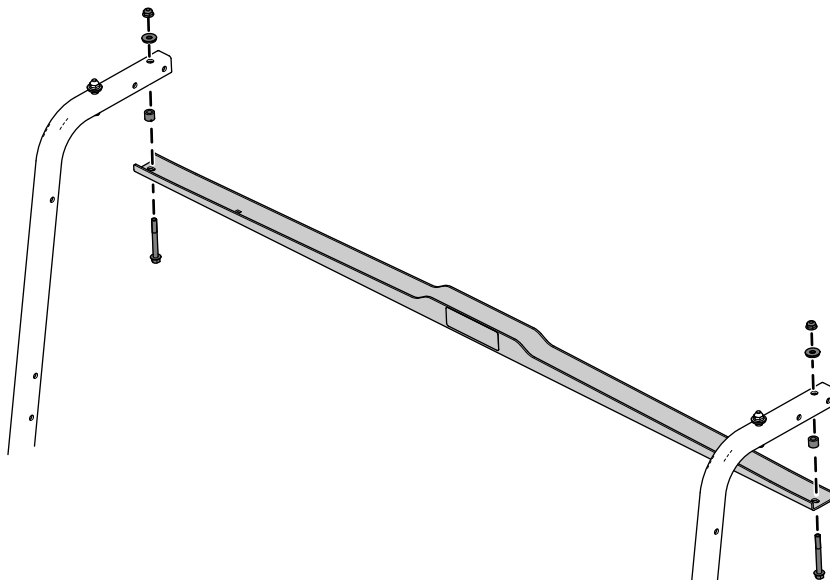

Figura 2
Remova o suporte de apoio da cobertura como se mostra na Figura 2.
5. Se necessário, instale o suporte da cobertura na máquina utilizando o equipamento anteriormente removido; consulte a Figura 2.